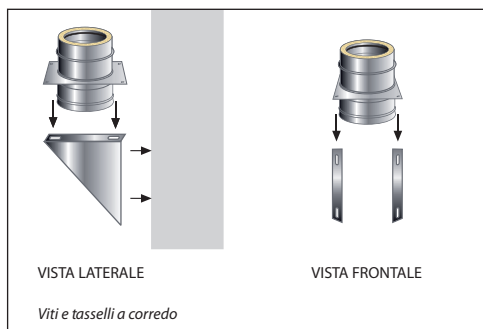
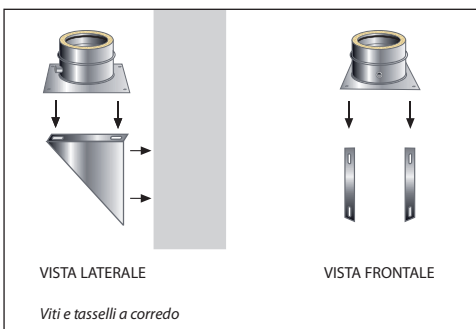

FIGURA 3A
FIGURA 3B
- Fissare i due elementi della coppia supporti AC304CSP20 al muro, creando tra essi un piano di appoggio orizzontale; fissare successivamente la piastra serrando i dadi ai rispettivi bulloni, come illustrato nella figura 3A e nella figura 3B.